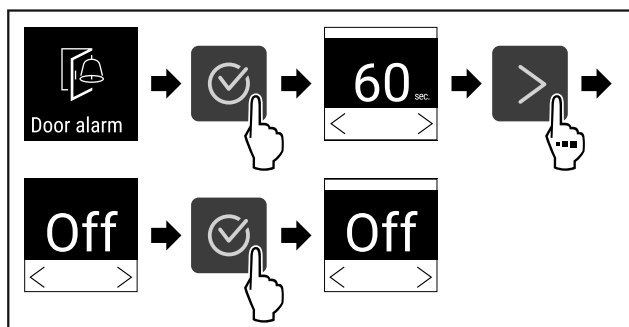

Fig. 111
- ▶ Stappen (zie Fig. 111) uitvoeren.